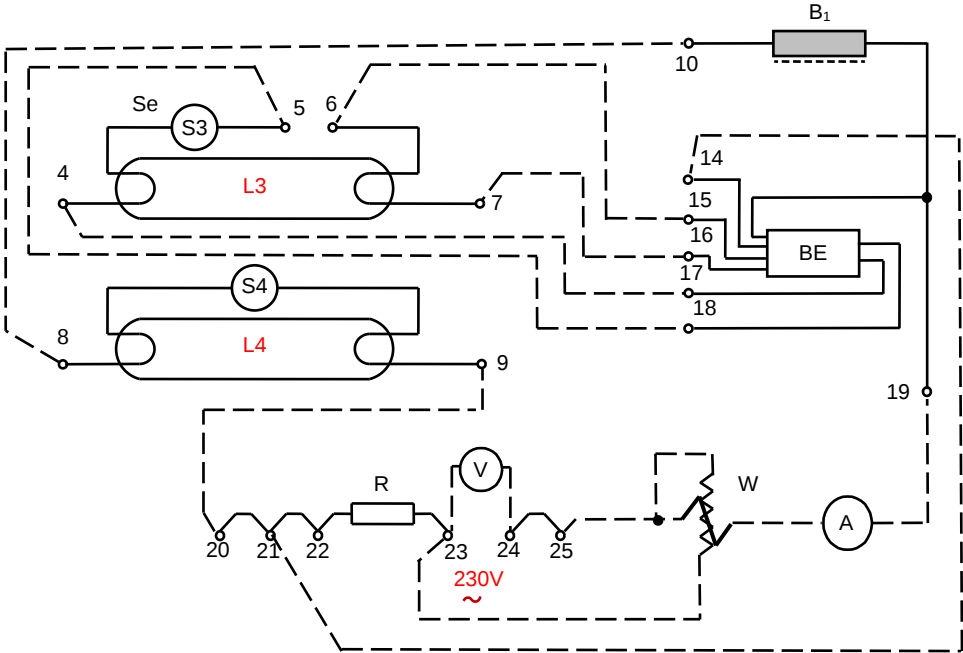

Fig. 10
2.6 Îngroșați pe schema din Fig.10 legăturile care trebuie realizare pentru a forma montajul cu balast electronic. Executați montajul.